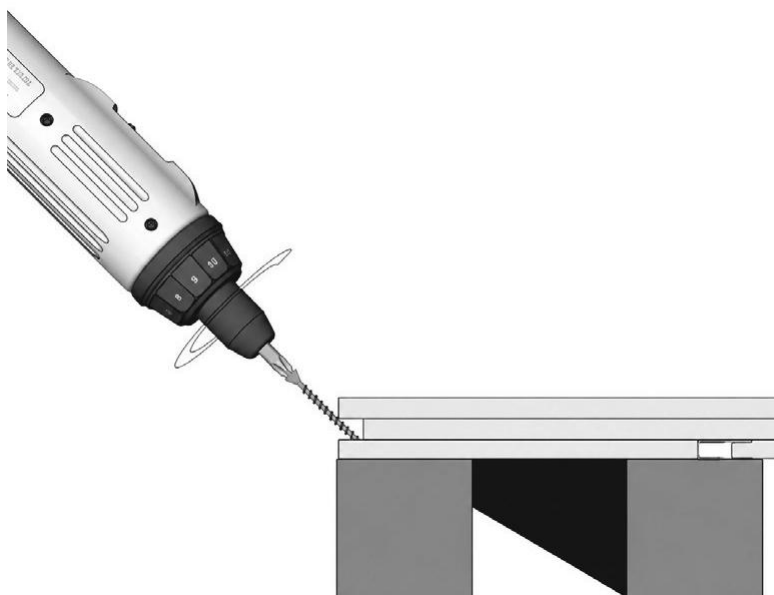

FIG. 16 – BUITENSTE ONDERRAND SCHUIN GESCHROEFD
- 05 Met de omkaderingsplank op zijn plaats schroeft u schuin door de buitenste onderrand en bevestigt u deze aan de regel (fig. 16). Boor voorboorgaten in de terrasplanken voor die 2 mm breder zijn dan de schroefschacht; draai schroeven niet te diep in de terrasplanken om te voorkomen dat het materiaal splijt.